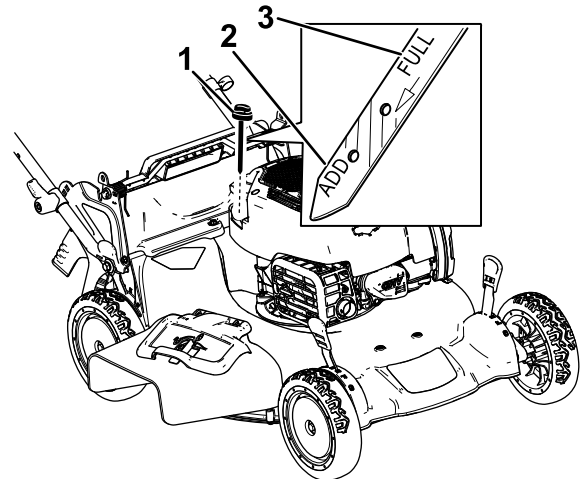

Figura 27
3. Girate il tappo in senso antiorario ed estraete l'asta di livello (Figura 27).
10. Controllate il livello dell'olio sull'asta (Figura 27).